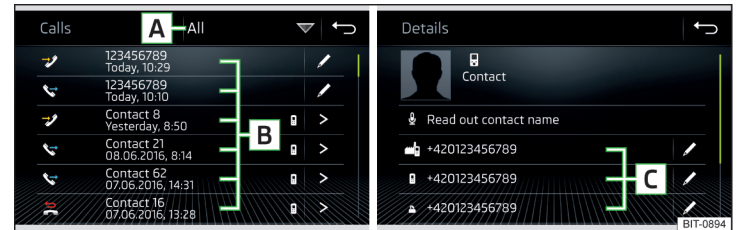

Abb. 150 **Anrufliste / Kontaktdetail**
- ▶ Im Hauptmenü *Telefon* die Funktionsfläche  antippen, es wird eine Anrufliste angezeigt » **Abb. 150**.
- > Anzeige des Kontaktdetails » Abb. 150